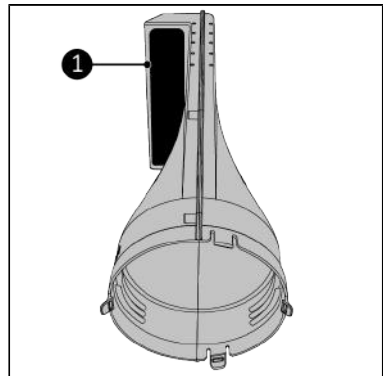

Abbildung 112.
4. Platzieren Sie den Way-out vor sich. Stellen Sie sicher, dass die runde Öffnung zu Ihnen zeigt (Abbildung 112).
5. Stellen Sie sicher, dass der Luftauslass (Abbildung 112, Pos. 1) nach links zeigt.